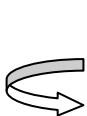

Figure 1
-Tourner la commande d'actionnement dans le sens contraire des aiguilles d'une montre, de sorte que celui-ci reste en position « arrêt » (figure 1).